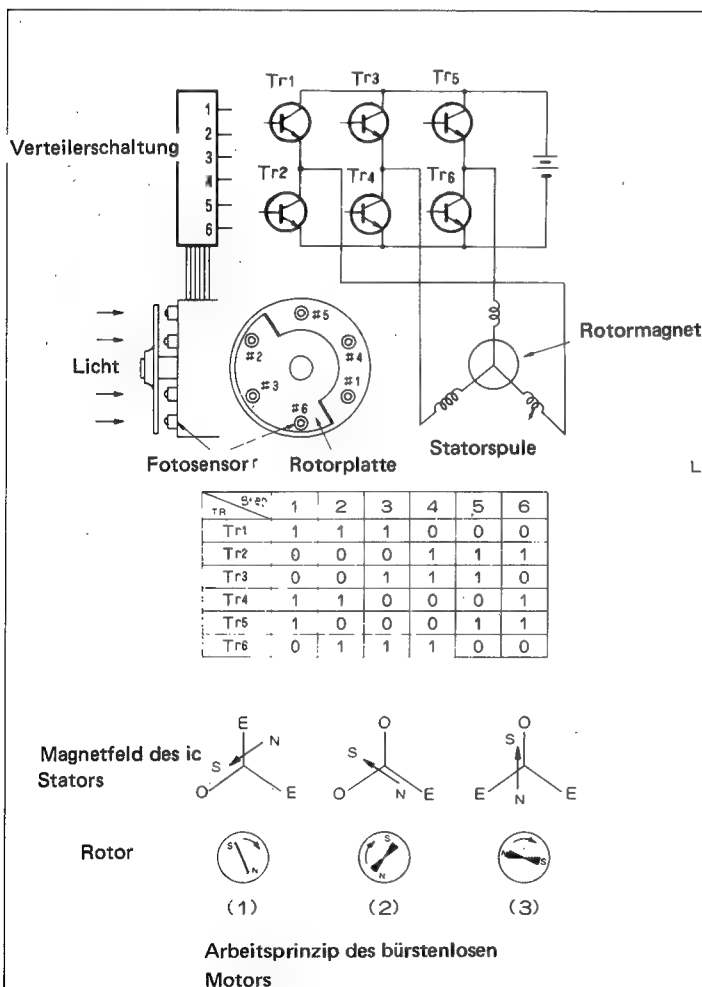

Abb. 3-9
Abb. 3-9 zeigt die Arbeitsweise des bürstenlosen Motors. Die Stellung des Rotors wird hier fotoelektrisch erfaßt: Sechs Fotosensoren sind in gleichen Abständen am Rotor montiert. Eine an der Rotorwelle befestigte Platte schiebt sich während der Rotation zwischen die Lichtquelle und die Fotosensoren. Die Rotorposition kann durch Bestimmung der lichtempfangenden Sensoren ermittelt werden. Mit den lichtempfangenden Sensoren verbundene Transistoren (den Transistoren ist die gleiche Nummer zugeordnet, wie den Sensoren) werden leitend. Da Tr1, 4 und 5 derzeit leitend sind, entwickelt sich das Magnetfeld der Statorspule in Richtung (1). Der Rotor dreht in Pfeilrichtung, um sein eigenes Magnetfeld mit dem des Stators auszurichten.